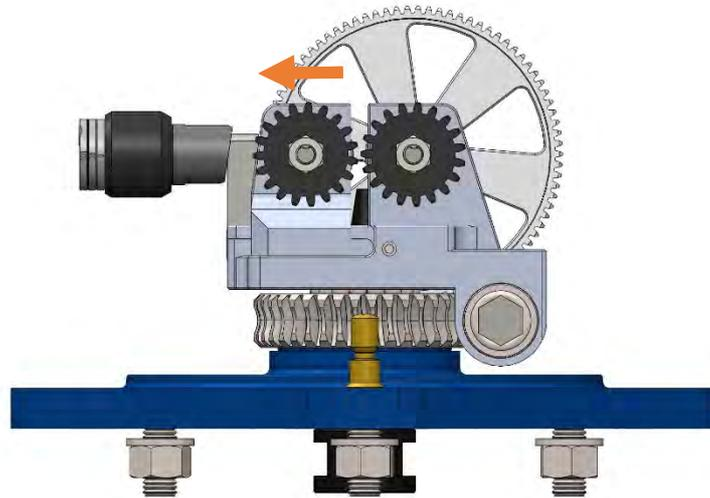

Figure 21
- Faites glisser le support mobile, le long du rail, pour permettre aux galets du Twister de s'ouvrir. Figure 21;